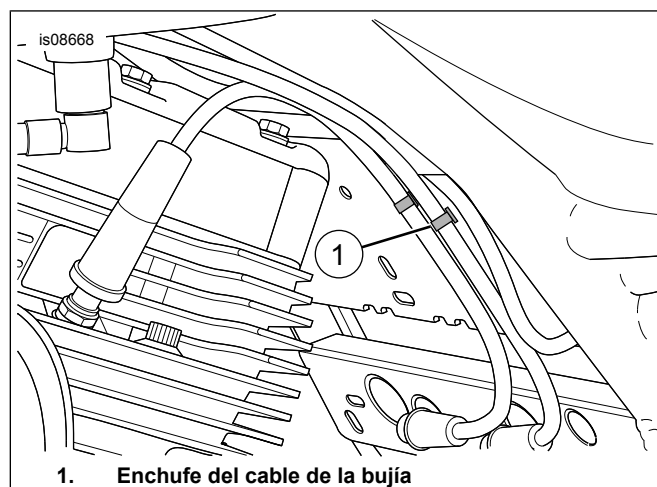

Figura 3. Enchufe del cable de la bujía
4. Ver Figura 3 . Retire el enchufe del cable de la bujía (1).